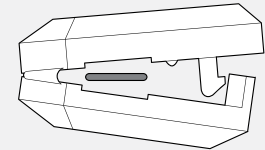

Abbildung 27. Speichenschlitz und Klemme.
2. Schließen Sie den Magneten, sodass die Speiche durch die Aushöhlung verläuft (Abbildung 27). Drücken Sie den Magneten, bis die Klammer einrastet.